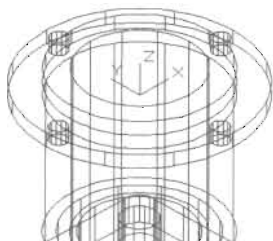

图 14-157
(6) 在命令提示行输入 3darray 命令并回车，阵列复制圆柱体，如图 14-157 所示，命令执行过程如下。